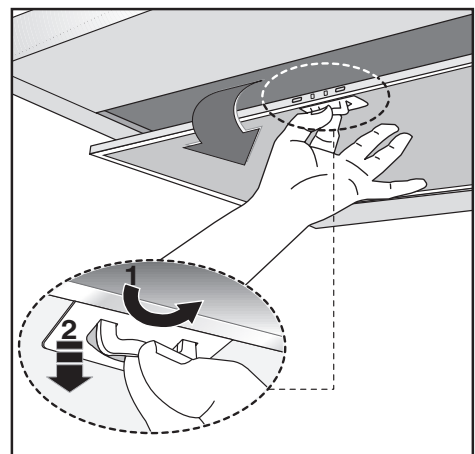

Fig.5
• La distanza minima fra la superficie di supporto dei recipienti di cottura sul dispositivo di cottura e la parte più bassa della cappa da cucina deve essere di almeno **65 cm**. Se dovesse essere usato un tubo di connessione composto di due o più parti, la parte superiore deve essere all'esterno di quella inferiore. Non collegare lo scarico della cappa ad un condotto in cui circoli aria calda o utilizzato per evacuare fumi degli apparecchi alimentati da un'energia diversa da quella elettrica. Prima di procedere alle operazioni di montaggio, per una più facile manovrabilità dell'apparecchio disinserire i filtri/i antigrasso (Fig.5).